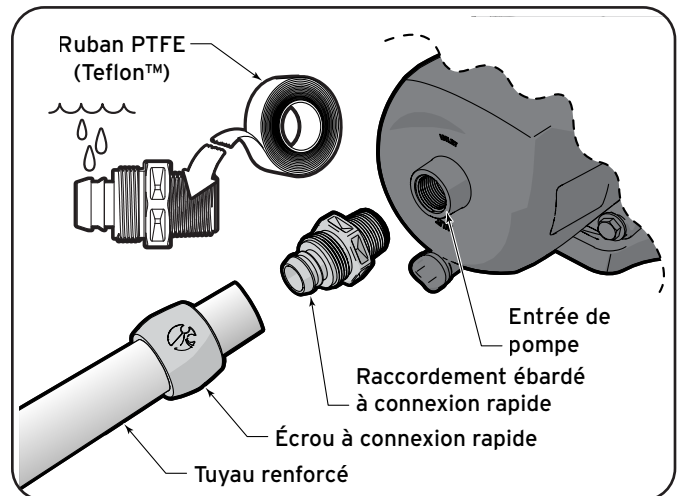

Figure 9. Installation à connexion rapide
- Appliquer 4 à 6 tours de ruban PTFE (Teflon™) sur les filetages coniques des quatre raccords cannelés. S'assurer d'enrouler le ruban dans le sens opposé dans lequel les filetages mâles tourneront afin de créer un joint étanche à l'eau. Voir Figure 9.
- Glisser l'écrou à connexion rapide sur le tuyau renforcé. Voir Figure 9.
- Utiliser de l'eau pour lubrifier les barbelures. Voir Figure 9.
- Installer un deuxième raccordement à connexion rapide à l'admission de l'aspiration de la pompe. Voir Figure 9.